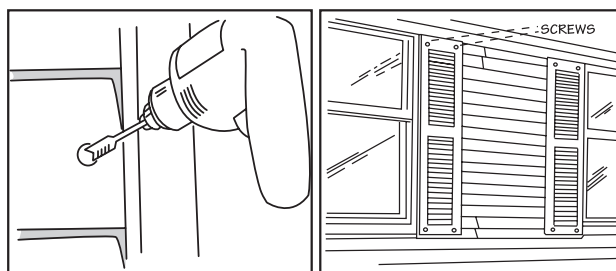

Figure 73
- À l'aide des avant-trous, percer des trous de dilatation pour les vis dans le panneau, soit au moins 6,4 mm (1/4 po) plus grands que le diamètre de la vis (Figure 73).